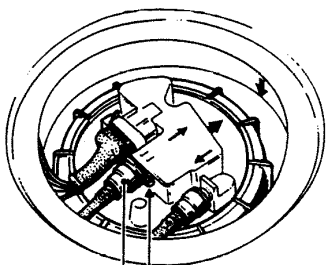

fig. MOT. 17
- Déposer l'agrafe (1) (fig. MOT. 17).
- Débrancher, en utilisant la pince **Mot. 1265**, la canalisation de retour à carburant (2) (repérée par un accord rapide de couler rouge) (fig. MOT. 17).